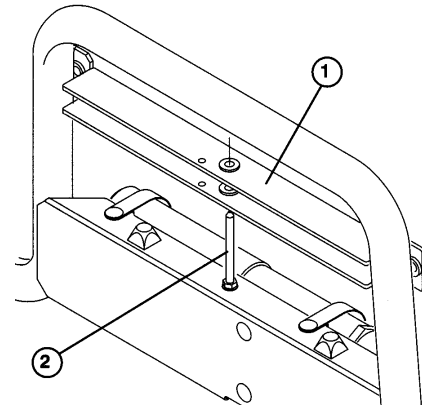

Bild 23
2. Die Stütze der Flachmulde von ihrem Steckbolzen an der Oberseite des U-Profiles entfernen, auf dem die Rückenlehne des Workmans getragen wird (Bild 23).